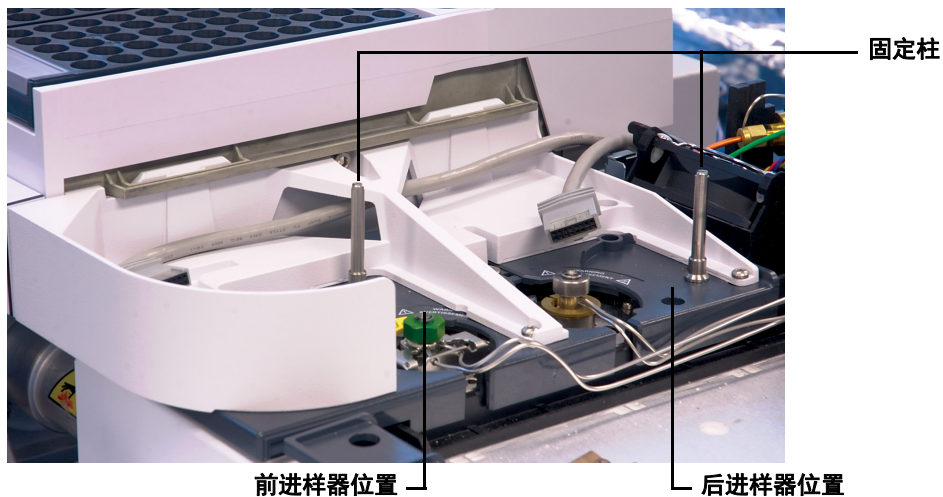

图 15 在 7890 系列 GC 上安装固定柱
- **7890 系列 GC、7820A GC 和 7820 MSD。** 根据需要，安装到前面或后面的进样口盖板中。必须一直向下旋转固定柱（图 15）。